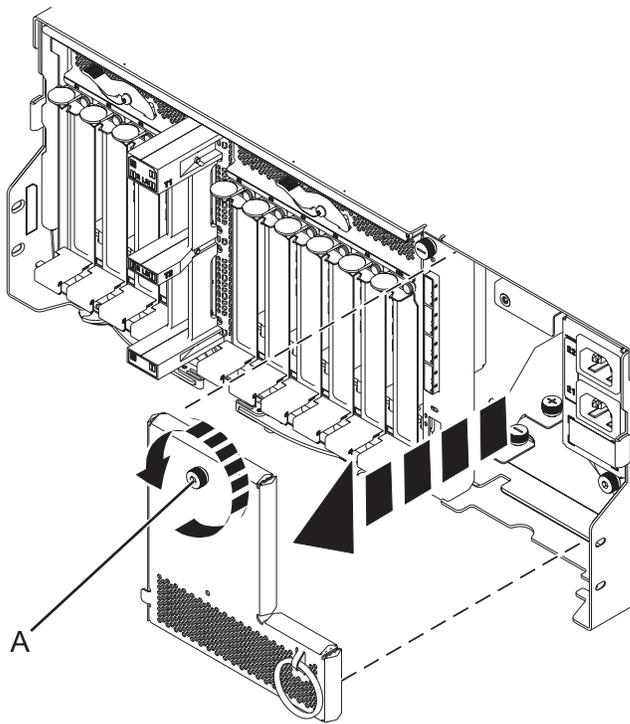

Figura 91. Extracción de la placa del cable de alimentación
10. Extraiga la placa del cable de alimentación girando el tornillo de mano (A) y tirando de la placa hacia fuera del sistema, como se muestra en Figura 91.